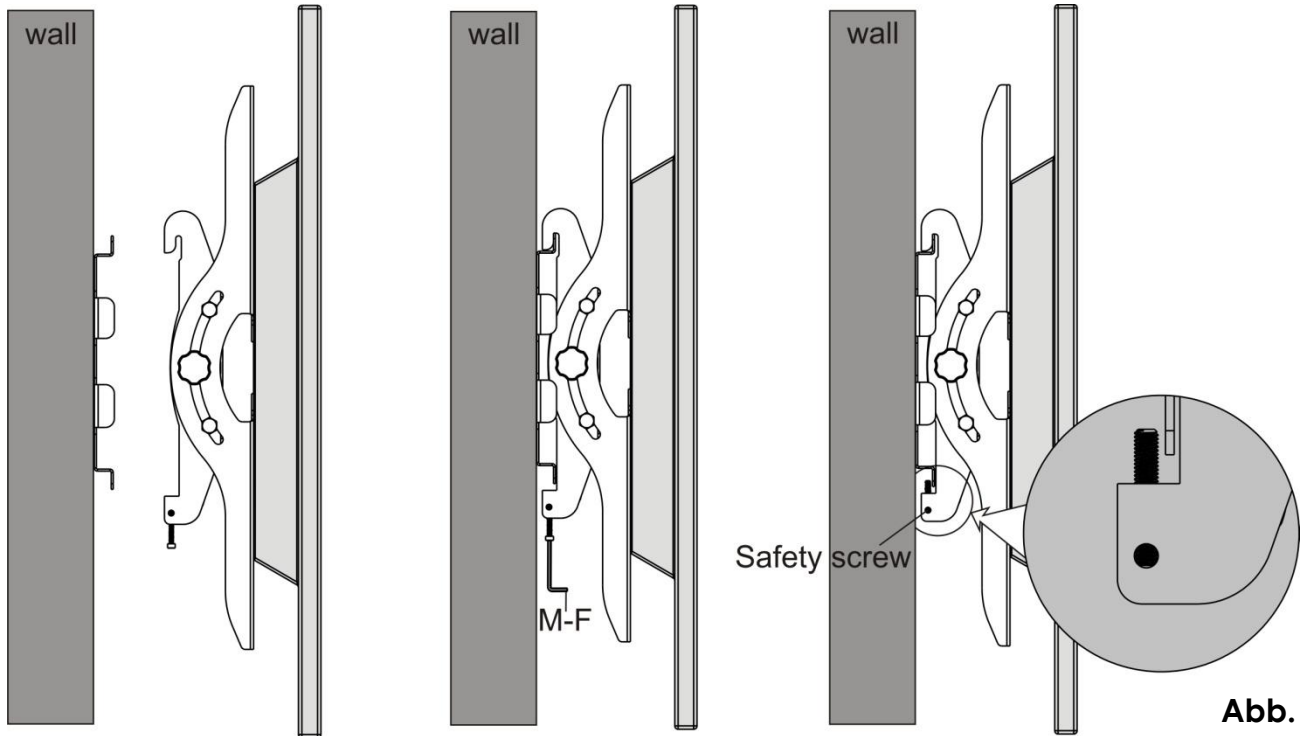

Abb. 7
- Wenn die Wandhalterung sicher an der Wand angebracht ist, heben Sie den Fernseher vorsichtig (2 Personen) hoch und hängen Sie die oberen Haken der TV-Schienen über die Schiene der Wandplatte (siehe Abb. 7).
- Ziehen Sie die Sicherheitsschrauben an den TV-Schienen mit einem 5-mm-Inbusschlüssel (M-F) fest (siehe Abb. 7).